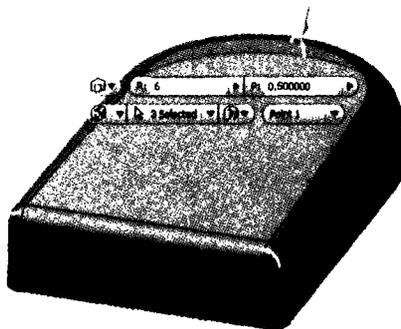

Рис. 7.18. Добавление точки на ребре для добавления другого радиуса
11. Установите значение радиуса **6** и позицию ребра **.5**, как показано на рис. 7.18, но все еще не нажимайте **ОК** или **Применить**².